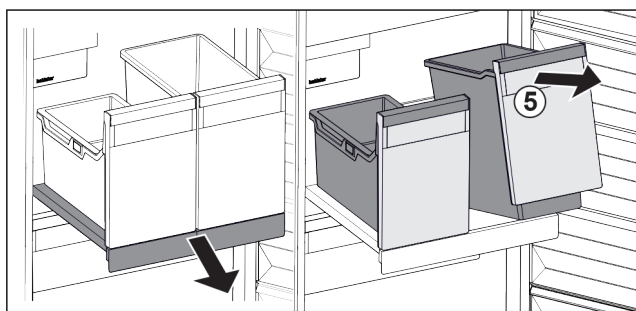

Fig. 28
- ▶ Nádobu Fig. 28 (5) vpředu nadzvedněte.